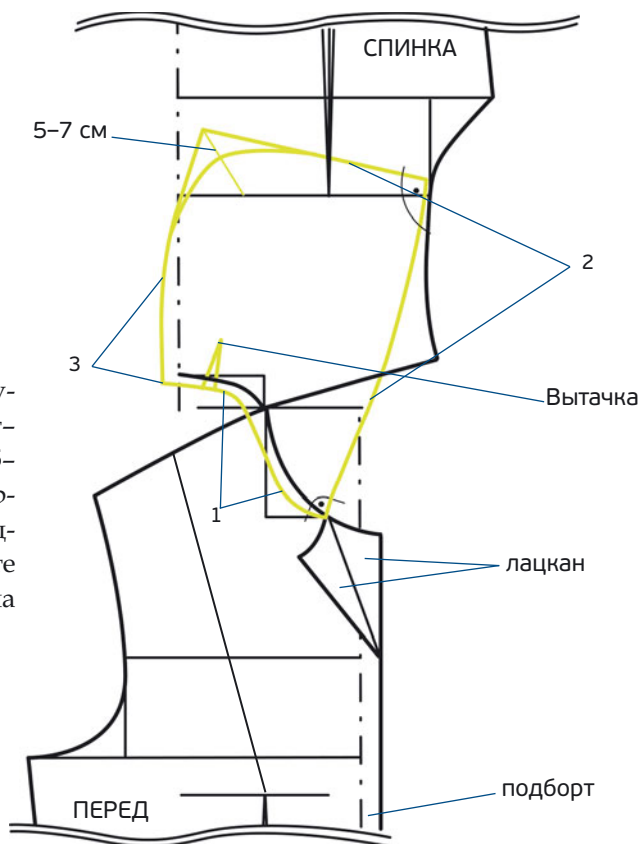

РИС. 1
1. Поместите половину спинки и половину переда лифа на горизонтальную линию плеча, как это указано на рис. 1.
Скопируйте на кальку изгиб горловины и от лацкана воротника вновь начертите ее на расстоянии примерно в 1 см (рис. 1, зеленый цвет).